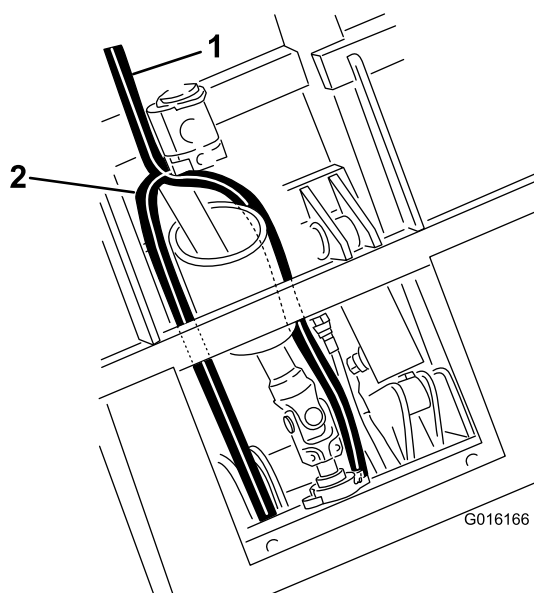

Figure 111
- Acheminez le flexible de réservoir sous le vérin de levage, entre les supports, jusqu'au distributeur (Figure 111).
- Acheminez le flexible de pression le long de l'arbre de PDF jusqu'au distributeur (Figure 111).